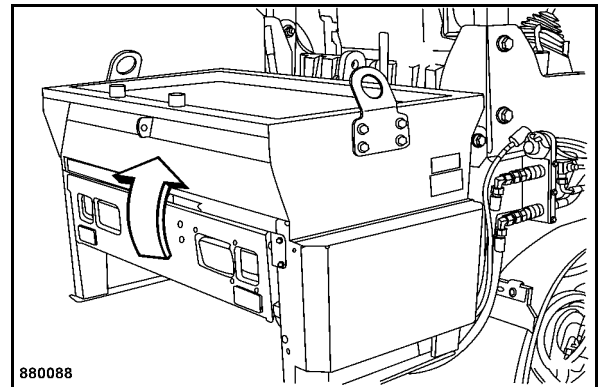

Fig. 96
- Rabattre le couvercle (Fig. 96) vers le haut.